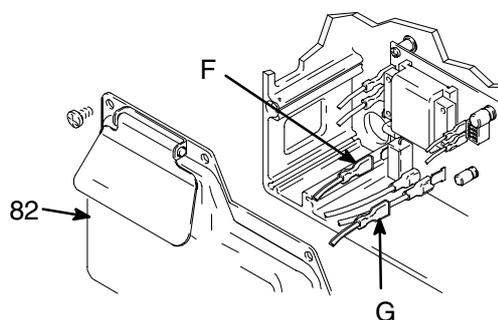

Fig. 3
3. Fig. 3. Enlever le capot de la régulation de pression (82). Débrancher les fils du moteur (F) et (G).